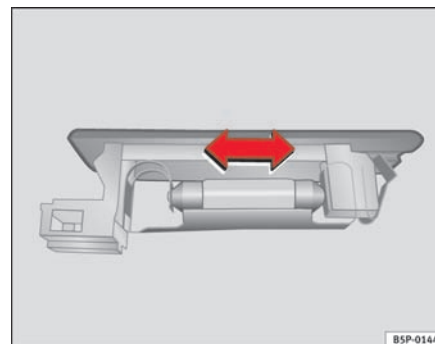

Fig. 193 Bagagerumslys
- Tryk pæren til siden, og tag den ud af holderen ⇒ side 251, fig. 193. ■